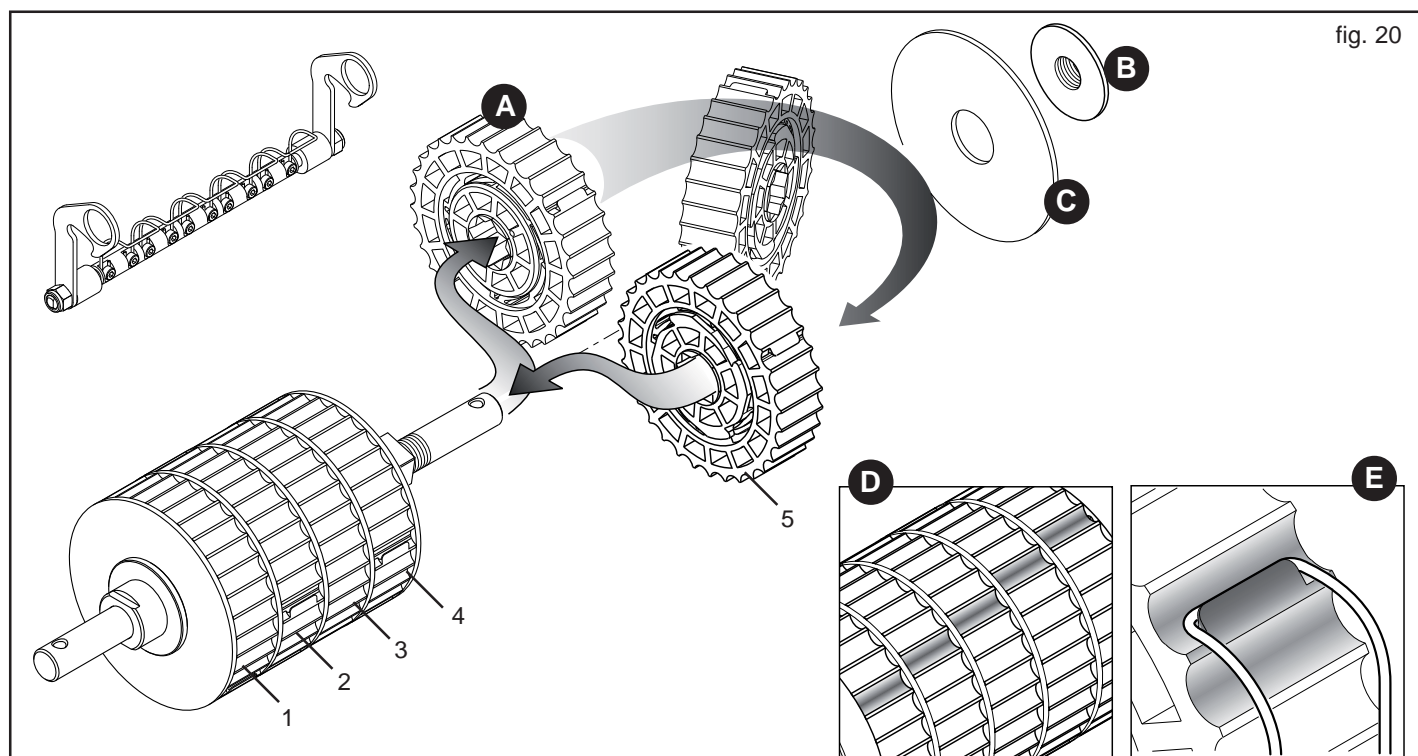

fig. 20
Considerando que cada sector (A, Fig. 20) distribuye el 20% del producto de todo el rodillo dosificador, es posible aumentar los sectores de trabajo y reducir respectivamente la velocidad de rotación del cambio para obtener una distribución homogénea.
Tras haber desmontado el rodillo de dosificación de la máquina, utilice la llave en dotación para destornillar el pomo (B, Fig. 20) y quitar la rosca de bloqueo (C). Quitar el sector o los sectores a activar e instalarlos rotándolo 180°, **respetando las posiciones** (1-2-3-4-5, Fig. 20).
Al instalar nuevamente los sectores, verifique que en condiciones de trabajo las acanaladuras de los sectores activos se encuentren escalonadas las unas respecto a las otras (D, Fig. 20), para garantizar continuidad en la distribución.
Coloque nuevamente la rosca de bloqueo, apriete el pomo con la llave en dotación e instale nuevamente el rodillo en la máquina. Bloquear el elemento limpiador en la posición de funcionamiento verificando que los resortes enganchen los sectores excluidos (E, Fig. 20) para impedir su rotación y, por lo tanto, la distribución.